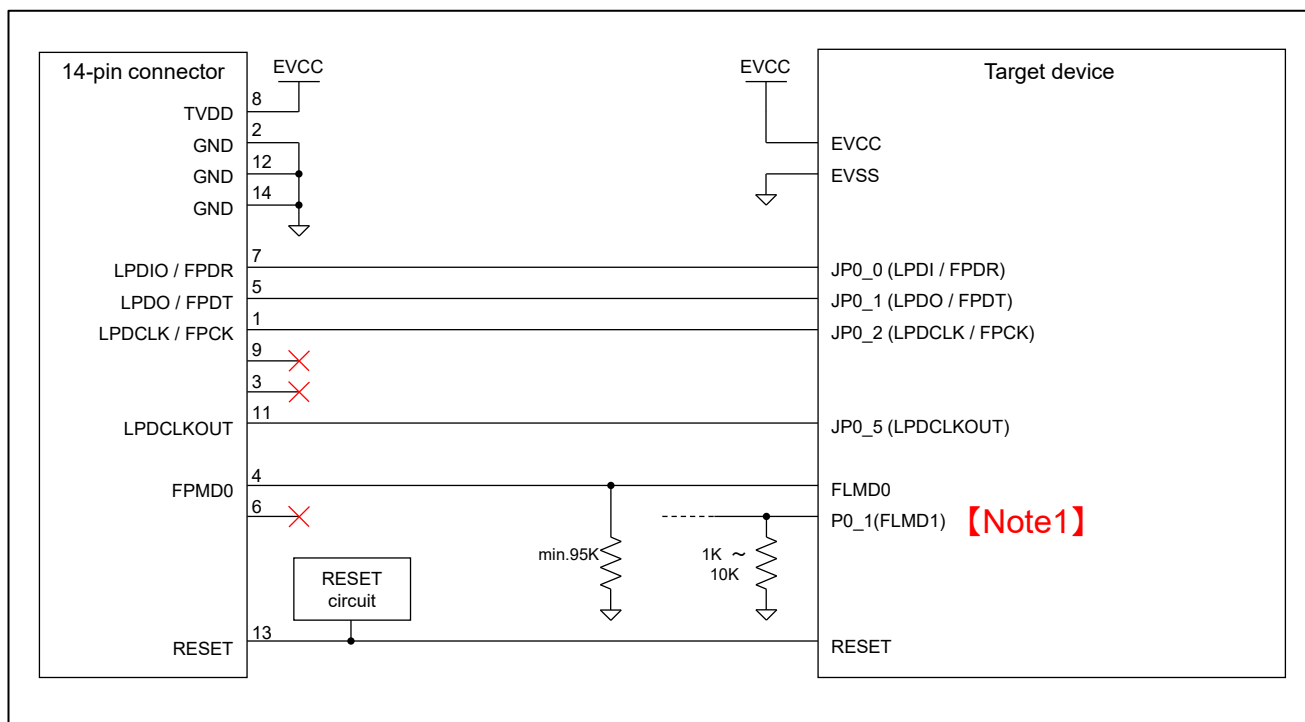

図 2-4 接続例
デバッグ (LPD4pin) とプログラミング (1wireUART または 2wireUART) の両方	図 2-4
- **【Note2】** JPO_0のプルアップ処理は、LPD1pinを使用する際にのみ必要です。LPD1pinを使用する予定がない場合は、図 2-4に従ってください。
(3) デバッグ (LPD1pin) とプログラミング (1wireUART) の両方が可能な接続方法